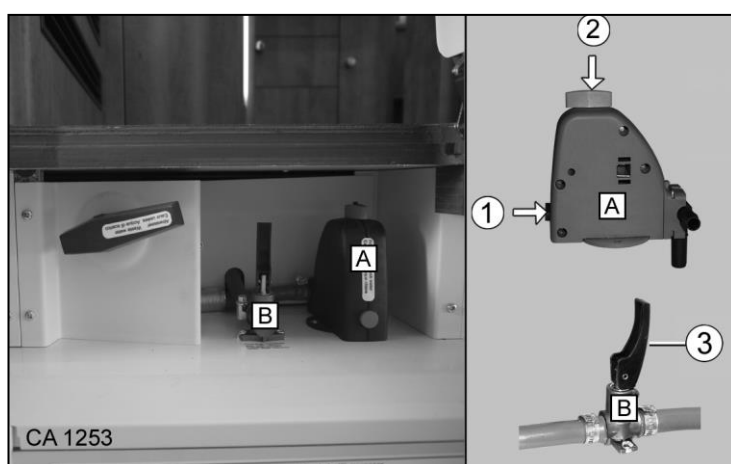

Fig. 140 Robinet de vidange (A) Chauffe-eau/robinet de vidange (B) Circuit hydraulique
- Placer le culbuteur (Fig. 140/3) du robinet de vidange (Fig. 140/B) uniquement horizontalement ou verticalement. Ne pas le tordre ! Une torsion du culbuteur pourrait endommager le robinet de vidange le rendant non étanche. En cas de non-respect, la garantie Carthago prend fin.
2. Ouvrir le robinet de vidange (Fig. 140/A). Pour ce faire, tourner le verrou tournant (Fig. 140/2) dans le sens anti-horaire.
3. Ouvrir les robinets de vidange (Fig. 140/B). Pour cela, placer les culbuteurs (Fig. 140/3) verticalement.